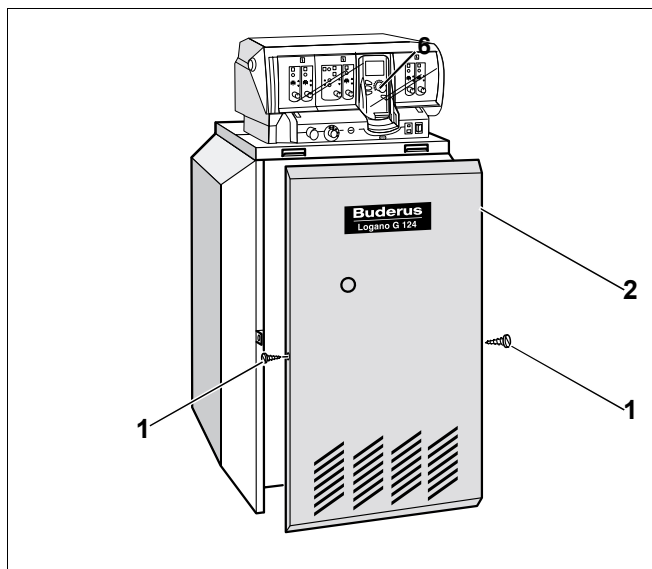

Рис. 36 Установка передней стенки котла
- Подвесить переднюю стенку котла (рис. 36, поз. 2).
- Вставить и закрутить справа и слева в боковые стенки фиксирующие винты (рис. 36, поз. 1).